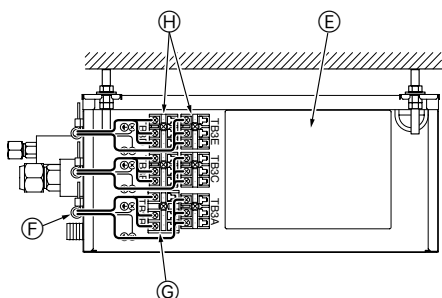

Fig. 9-3
4. Fissare ogni cavo in posizione con un morsetto idoneo. (Fig. 9-3)
5. Collegare saldamente ogni cavo all'idonea morsettiere. (Fig. 9-3)